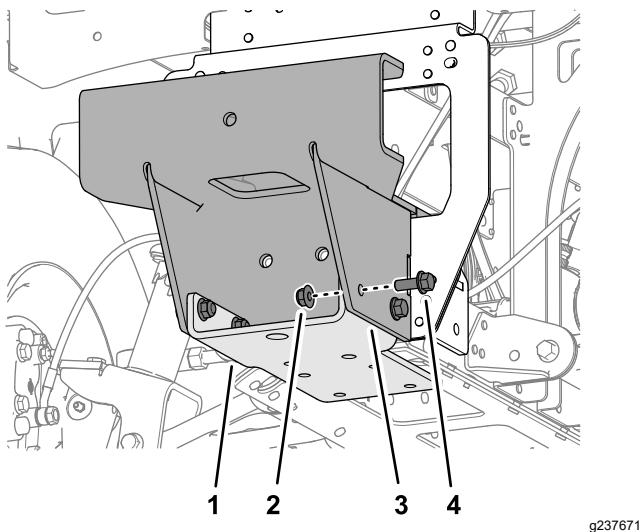

Рисунок 49
2. Установите, не затягивая, нижний кронштейн на крепление подборщика мячей (Рисунок 49) с помощью 4 фланцевых болтов (3/8 x 1 дюйм) и 4 фланцевых контргаек (3/8 дюйма).
5. Отверните 4 фланцевых болта ( $\frac{3}{8}$  x 1 дюйм), 4 фланцевые контргайки ( $\frac{3}{8}$  дюйма) и снимите нижний кронштейн с крепления подборщика мячей (Рисунок 49).